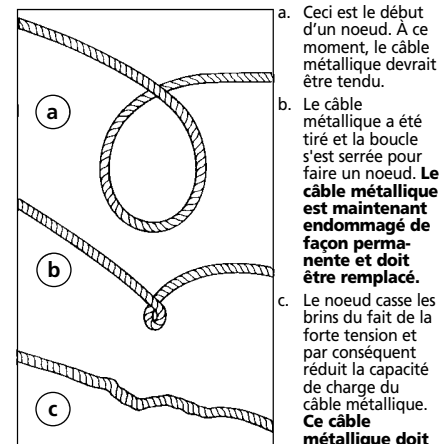

Figure 11
5. **EMPÊCHEZ LES TORTILLEMENTS AVANT QU'ELLES NE SE FORMENT.** (FIGURE 11).